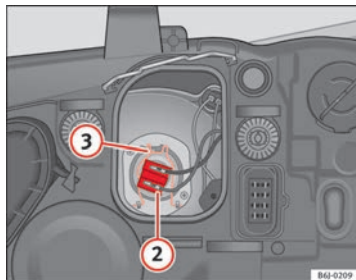

Abb. 143 Abblendlicht
- Ziehen Sie den Stecker ⇒ Abb. 143 ② von der Lampe ab.
- Nehmen Sie die Haltefeder ⇒ Abb. 143 ③ durch Eindrücken und Rechtsdrehung ab.